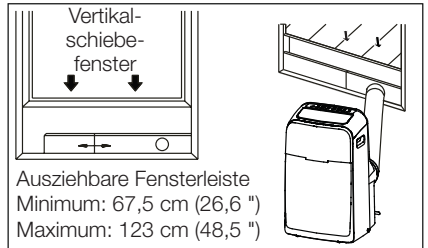

Abb. 9a
6. Befestigen Sie Anschlussstück B an der ausziehbaren Fensterleiste mit Dichtung. (Abb. 9a und 9b)